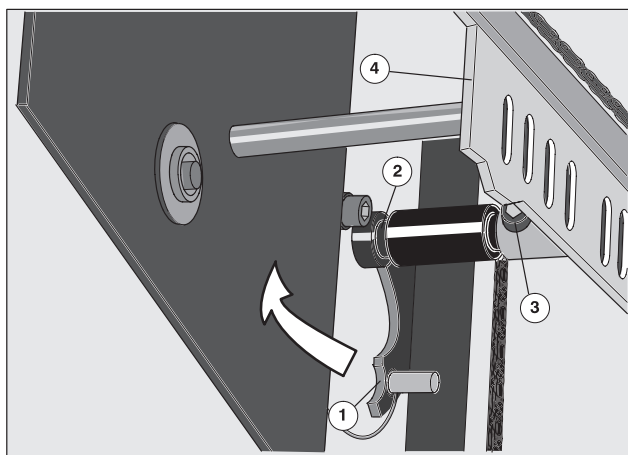

Рис. 6 Боковой сталкиватель листов
- ① Положить печатные листы на приемный стол.
- ② Продвигать машину в толчковом режиме до тех пор, пока боковой сталкиватель листов на стороне привода (Рис. 6/④) не достигнет внешней точки движения.
- ③ Прижать сталкиватель листов до упора к боковой стенке.
- ④ Поднять рукоятку (Рис. 6/①) вверх, чтобы она защелкнулась в пазу (Рис. 6/②). Рукоятка сохраняет свое положение под действием пружины, движение сталкивателя листов отключено.
- ⑤ Ослабить винт с внутренним шестигранником (Рис. 6/③) и подвести сталкиватель листов (Рис. 6/④) на стороне привода к печатному листу.
- ⑥ Снова затянуть винт с внутренним шестигранником (Рис. 6/③).
- ① Сталкиватель листов прижать до упора к боковой стенке.
- ② Нажать рукоятку (Рис. 6/①) вниз до упора.
- ③ Снова настроить сталкиватель листов на ширину формата.
- ① Продвигать машину в толчковом режиме до тех пор, пока боковой сталкиватель листов не достигнет внутренней точки движения.
- ② Ослабить винт с внутренним шестигранником (Рис. 6/③) ключом и снова настроить сталкиватель листов (Рис. 6/④) на стороне привода на формат листа.
- ③ Снова затянуть винт с внутренним шестигранником (Рис. 6/③).